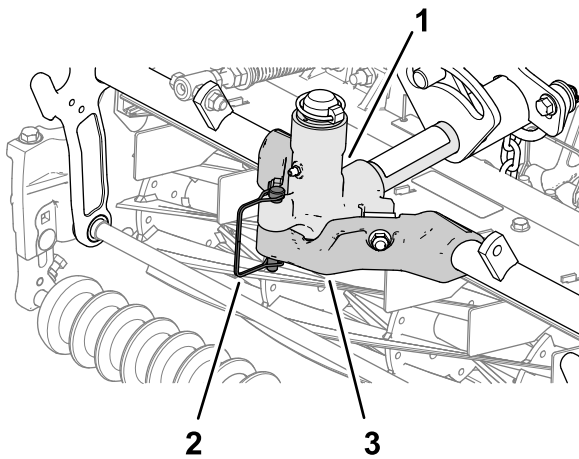

Figura 54
1. Fixai cadrul de susținere al unității de tăiere pe furca pivotului folosind tiflul de prindere conform Figura 54.